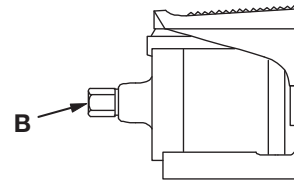

Figura 5
1. Vedere la figura 5. Collegare al raccordo girevole (B) NPTF di 1/4", di ingresso dell'aria, un sistema pneumatico in grado di erogare una portata minima di 15,3 m3/ora [9 ft.3/min.]. Utilizzare solamente raccordi a scollegamento rapido o per tubi flessibili di 1/4". Si sconsiglia l'uso di raccordi più larghi e pesanti. Sigillare il collegamento con un sigillante per filetti di alta qualità.